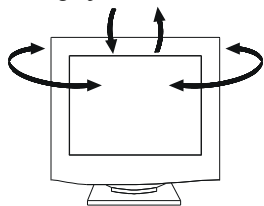

rys. 1
1. Bardzo ostrożnie położyć monitor na jego boku lub ekranem do dołu (zgodnie z rys.1)